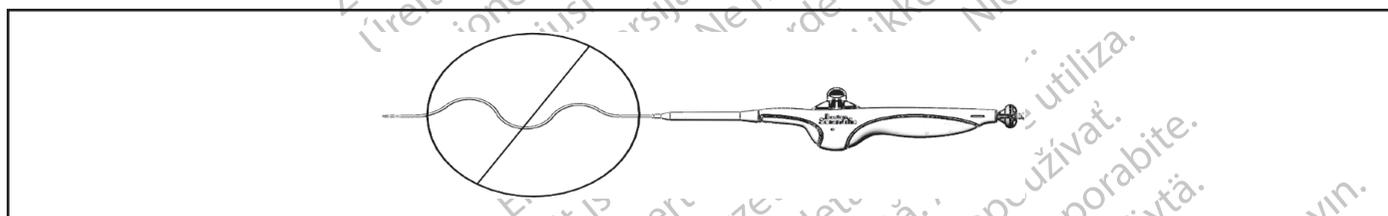

Figura 5. Eliminazione del lasco
10.9 Procedura di espansione dello stent (fare riferimento alla Figura 5)
Nota: se non è possibile eliminare il lasco (fare riferimento alla Figura 5) e/o la curvatura del catetere del sistema di rilascio tra l'introduttore/guaina guida e l'impugnatura del sistema di rilascio durante la fase di espansione, la precisione dell'espansione dello stent potrebbe essere compromessa, specie nei casi ipsilaterali.